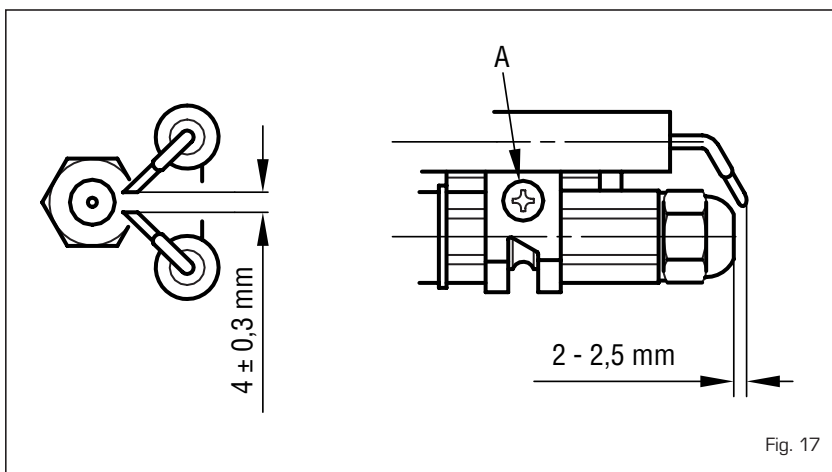

Fig. 17
4.7.2 Pulizia testa di combustione (fig. 17)
Per effettuare la pulizia della testa di combustione procedere come segue (fig. 17):
- Allentare la vite di fissaggio (A fig. 17) del supporto elettrodi e sfilarlo.